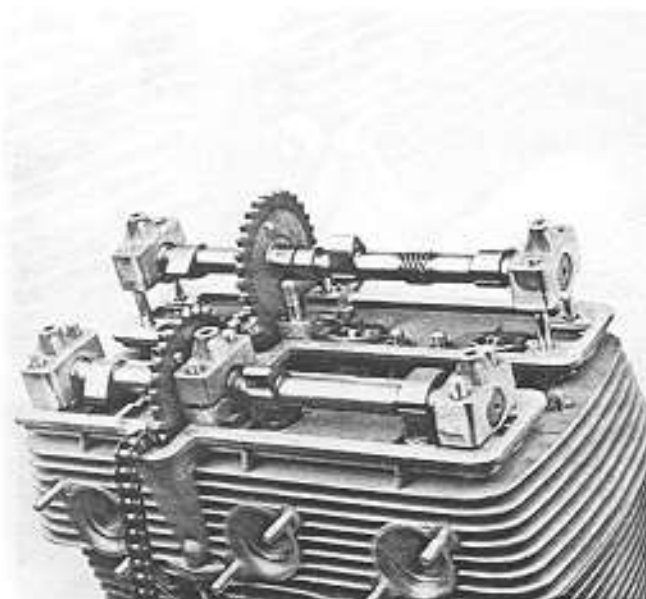

Fig. 39
- Sollevare i due assi a camme e rimuoverli dalla testata assieme ai loro supporti esterni (Fig. 39).
- Remove the two camshafts with their outer bearing blocks (Fig. 39).